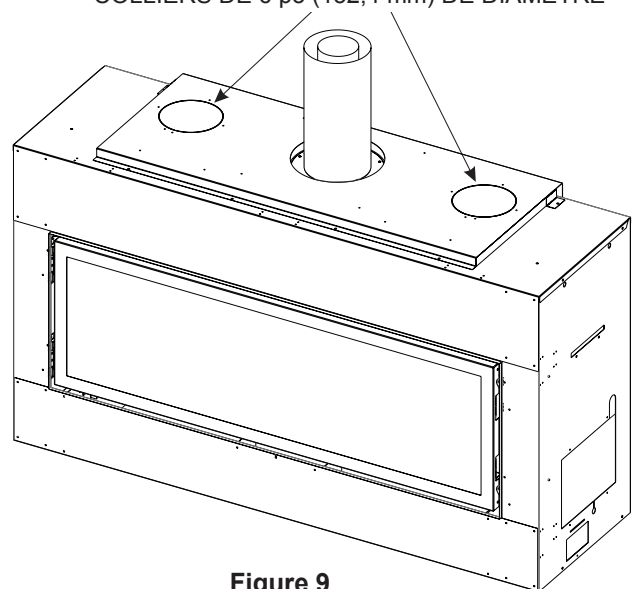

Figure 9
- Retirer les 2 rondelles éjectables qui sont situées sur le sommet du foyer de chaque côté du système d'évacuation. Utiliser à cet effet un tournevis standard et/ou des cisailles à métaux. Voir **Figure 9**. Les deux ouvertures d'évacuation doivent être utilisées avec l'accessoire du système HMFA.